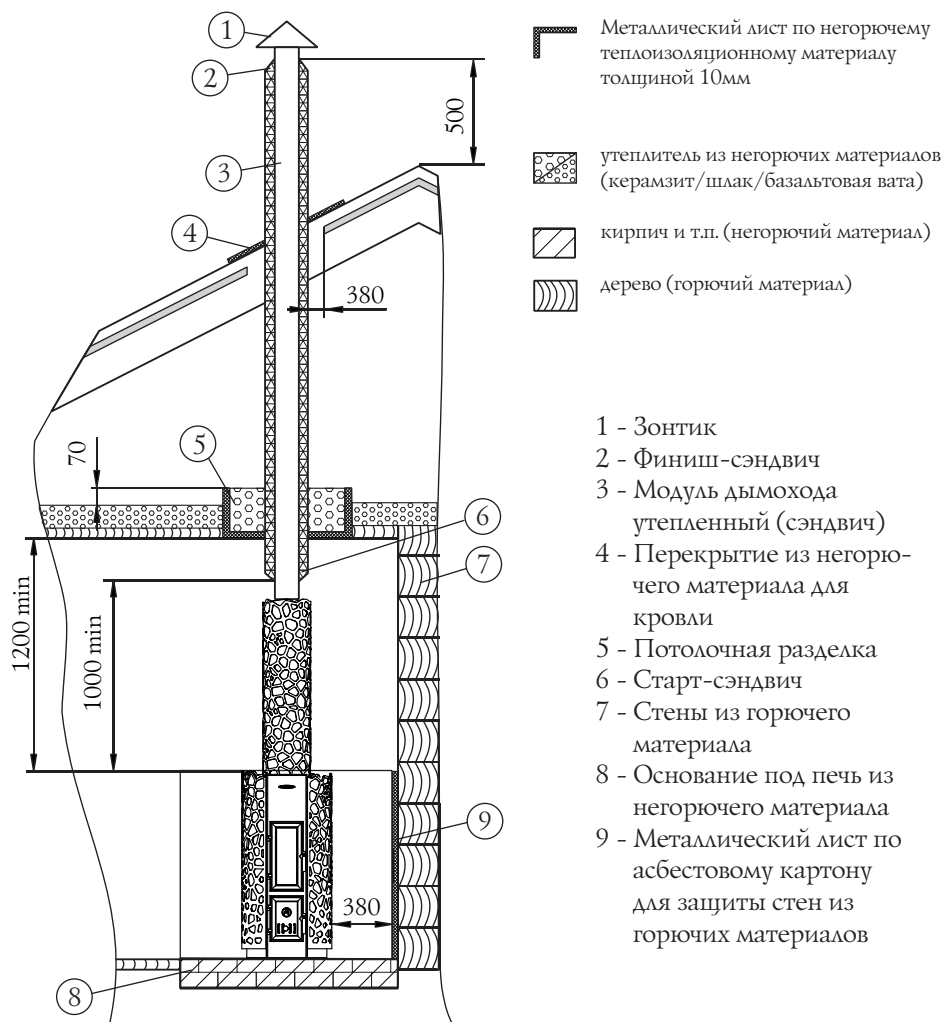

Рисунок 3. Пример монтажа печи «Сафари».
- пол из горючих и трудногорючих материалов перед дверцей топki — металлическим листом размером 700×500 мм (рисунок 3)